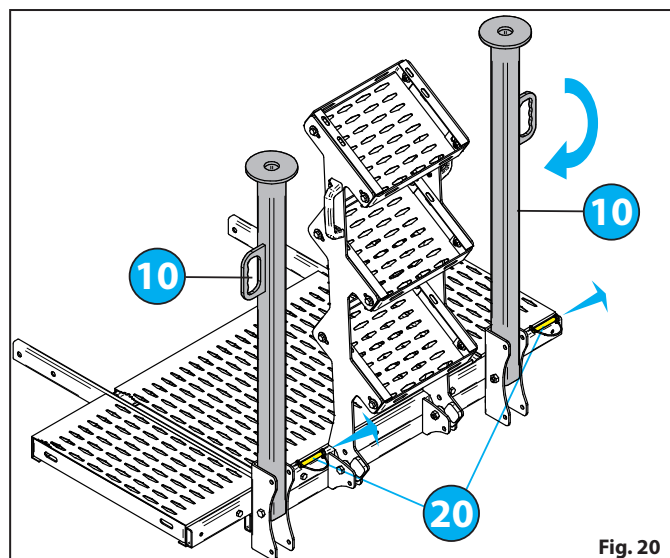

Fig. 20
- Obrócić podpory 10 o 180° "Fig. 20".